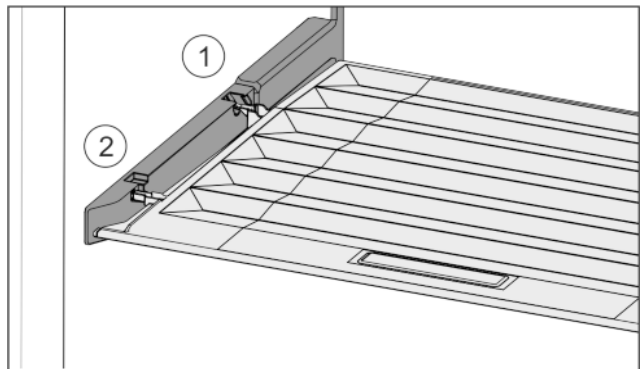

Fig. 33
- ▶ Introduzca los nervios de la tapa por la abertura del soporte trasero Fig. 33 (1) y encájelos por delante en el soporte Fig. 33 (2).